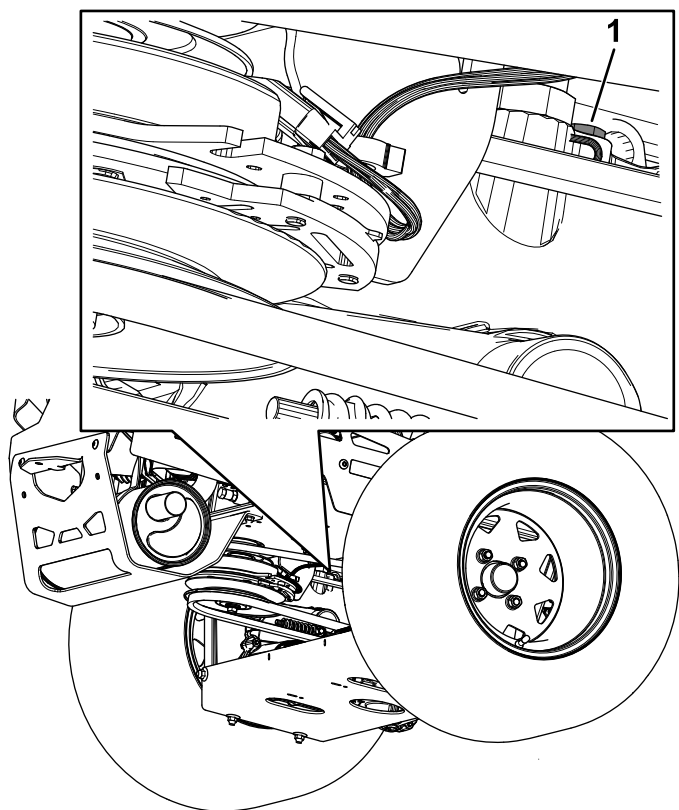

Figure 73
- **Système hydro ZT 5400** : utilisez une clé de 7/16 pouce pour accéder au bouchon d'aération par le dessous de la machine (Figure 73).